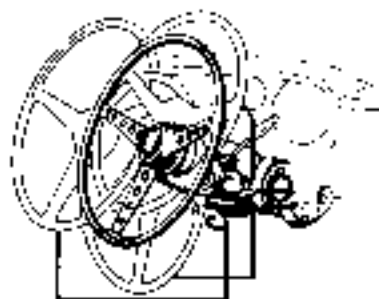

Fig. 15
- 31) **Lava freno a mano che comanda il bloccaggio dei freni posteriori** (Fig. 15) usare il freno a mano solo per parcheggio, per partenza in salita o per arresti nel traffico. Per spostare la leva premere il bottone sulla estremità
- 33) **Manopola regolazione posizione volante in profondità** (Fig. 15). La regolazione si effettua allentando la manopola A; effettuata la regolazione riavvitare la manopola.
- 34) **Leva regolazione inclinazione volante:** spostare all'indietro la leva B di fig. 15; effettuata la regolazione riportare la leva nella posizione iniziale.
31. **Levier frein à main qui commande le blocage des freins arrière** (Fig. 15) N'utiliser le frein à main qu'en cas de parking, en cas de départ en montée et en cas d'arrêt dans le trafic. Pour déplacer le levier pousser le bouton à l'extrémité.
33. **Bouton de réglage de la position du volant en profondeur** (Fig. 15) Le réglage s'effectue en déserrant le bouton A; une fois le réglage effectué, resserrer le bouton.
34. **Levier de réglage inclination du volant;** déplacer à l'arrière le levier B de la fig. 15; une fois le réglage effectué, ramener le levier dans sa position initiale.
33. **Knob for steering column adjustment** (Fig. 15) Adjust after slackening off the knob A; after adjustment, tighten up knob again.
34. **Lever for adjustment of steering wheel angle;** to adjust, take the lever B (Fig. 15) backwards. After adjustment, return the lever to its original position.
33. Kugelgriff zur Positionregulierung des Lenkrades (Abb. 15). Die Regulierung erfolgt durch Loesen des Griffes A; nach durchgefuehrter Regulierung den Griff wieder festschrauben.
34. Hebel zur Einstellung des Neigungswinkels des Lenkrades, den Hebel B (Abb. 15) nach hinten verstellen; nach durchgefuehrter Einstellung, den Hebel in die Anfangsstellung zurueckbringen.